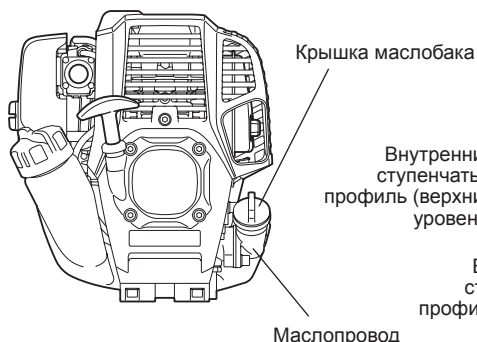
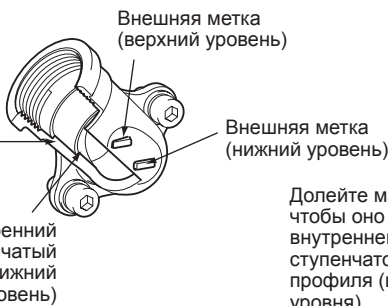

Рис. 1
Рис. 2 Маслопровод
- Установите двигатель горизонтально, снимите крышку маслобака (Рис.1) и убедитесь, что уровень масла находится между верхней и нижней метками маслопровода (Рис.2).